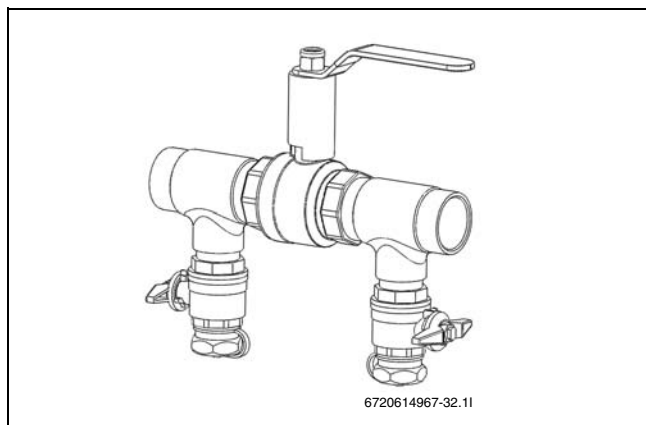

Bild 29 Påfyllnadssats i normaläge
- ▶ Vrid ventilerna på påfyllnadssatsen till normaläge (→ Bild 29) och stäng av pumpen på påfyllnadsstationen.